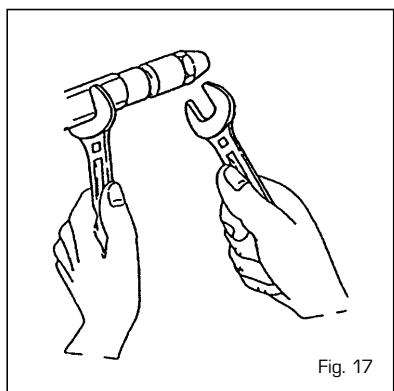

Fig. 17
- Bloquer le porte-gicleur en utilisant une clé 19 et dévisser la buse à l'aide d'une clé 16 (fig. 17).